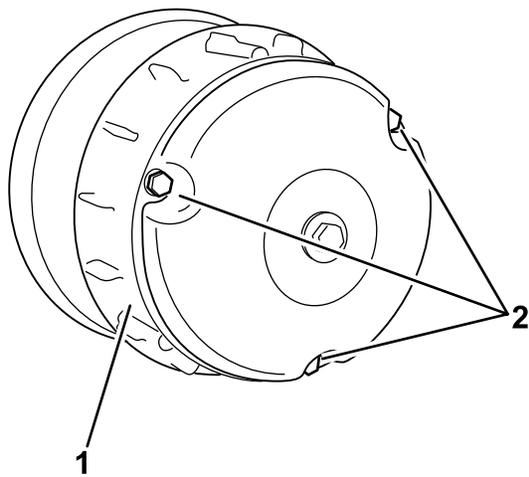

Figura 64
2. Togliete i 3 bulloni che fissano il carter della frizione e togliete il carter (Figura 64).
4. Montate il carter della frizione e fissatelo con i 3 bulloni (Figura 64) tolti in precedenza 2.